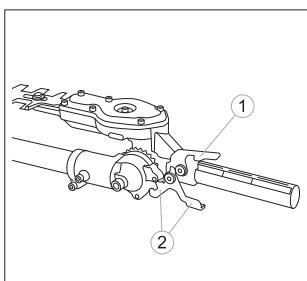

fig. 25
2. Poussez avec un indexe de la main gauche un bouton du fixateur. Poussez avec un majeur de la main gauche un bouton de verrouillage à cliquet (fig.25).